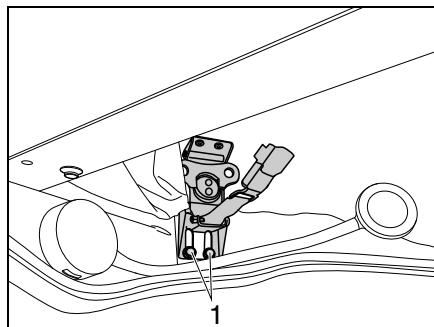

Bild 48 Verriegelung Aufstelltdach
- 2 Schrauben (Bild 48,1) der Verriegelung lösen.
- Aufstelltdach am Handgriff nach unten ziehen und gleichzeitig die 2 Schrauben (Bild 48,1) anziehen.